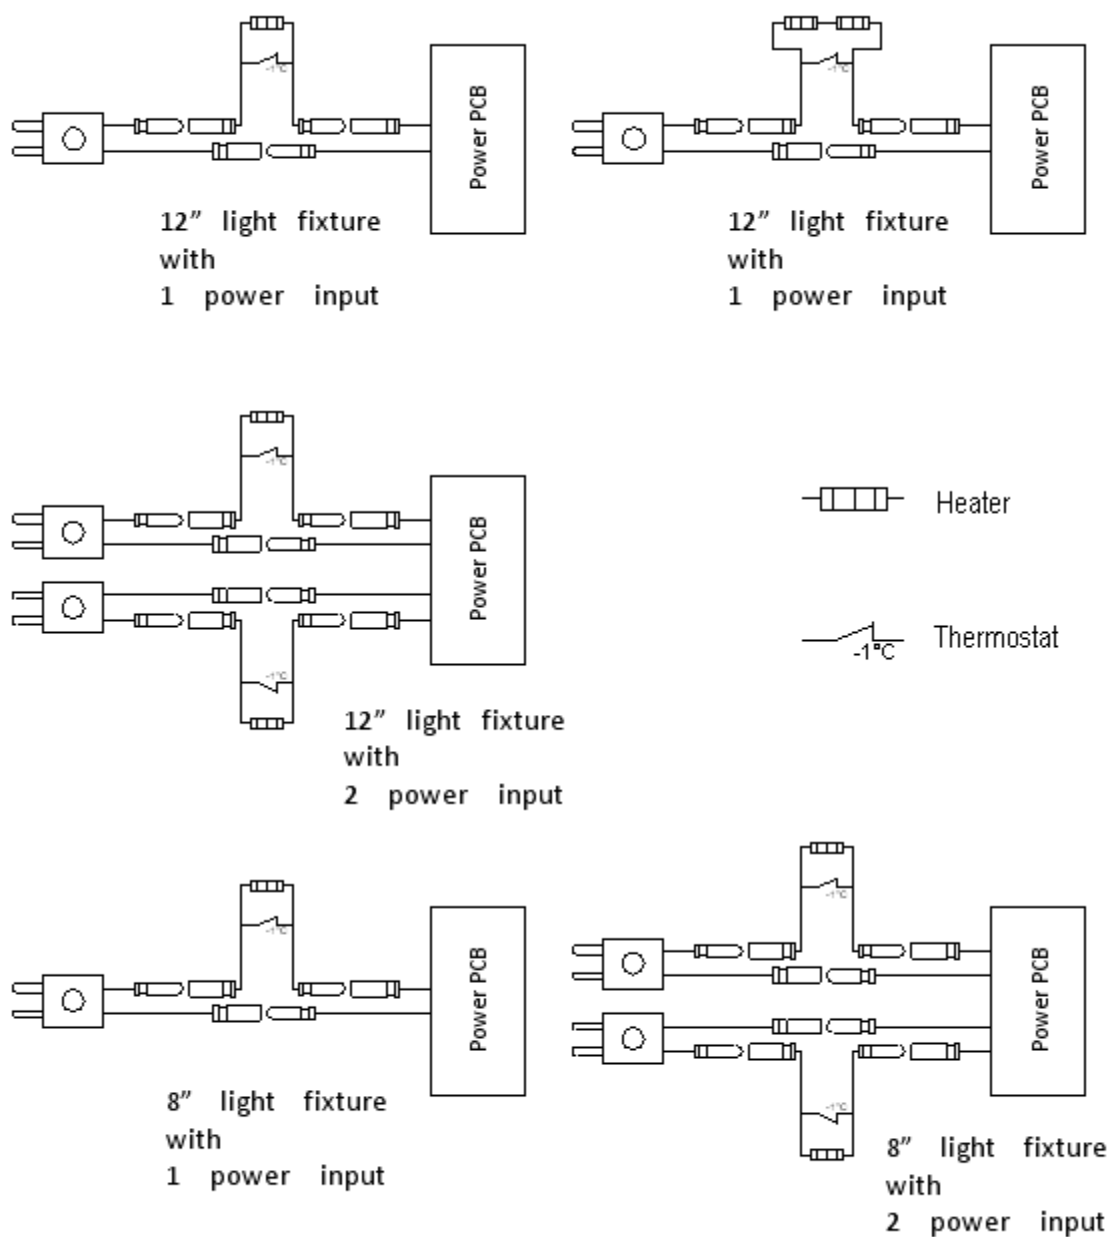

Figura 27 – Schema di collegamento elettrico del kit articolo
- una guarnizione O-Ring fra calotta e coperchio inferiore (Figura 27 - n°2);
- una guarnizione O-Ring attorno alla calotta (Figura 27 - n°3);
- una guarnizione fra il segnale e la base bassa dia. 8" (Figura 27 - n°4);
- una guarnizione O-Ring fra il segnale e la base bassa dia. 12" (Figura 27 - n°7);